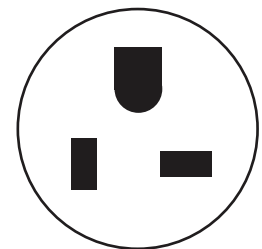

Fig. 64
*Les T2 nord-américains sont livrés avec un connecteur de verrouillage NEMA L5-20P résistant à l'eau et un adaptateur pour le NEMA 5-20P (voir Fig. 64).